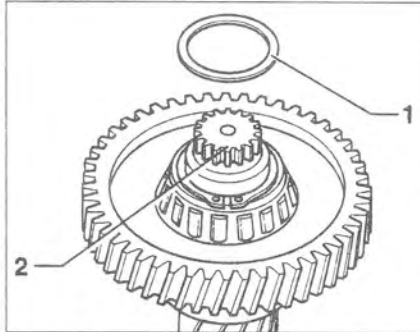

Рис. 5.87. Установите регулировочную прокладку (-ки) 1 на промежуточный вал 2.
6. Установите регулировочную прокладку (-ки) 1 на промежуточный вал 2 (рис. 5.87).